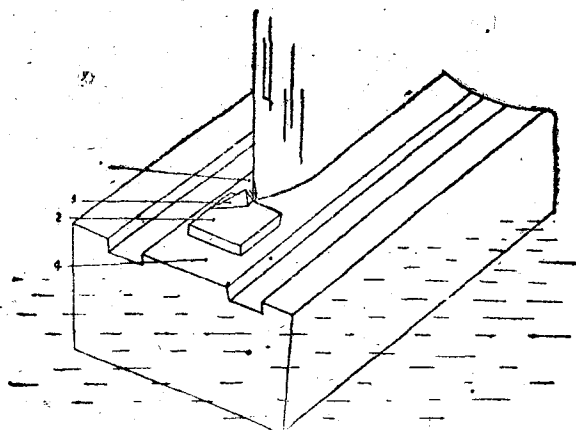

图10 擋歪边示意图
1、擋歪边的方法：歪边就是所說的凉边，如見到凉边应早些擋热，如果擋的不及时，情况就会发展的更严重。在擋的时候，擋边人要心中有数，要知道原板多寬，边子距滾子的粗段有多远，才能进行擋边的操作，以防事故的发生。擋边的操作：在开始擋边之前，要作好准备，确定出擋的方向和怎样擋，然后准确而迅速地将小磚摆到所計劃的位置上去（图10）。移动后应注意燒边火与爐門的配合，比如使小磚从热的一面移向凉的一面时，边子就要向热的一面发展，当見到边子向热发展时，把燒边火的开度关小一些，或者將爐門的玻璃鏡适当敞开一部分。如果向热发展很快，就应用